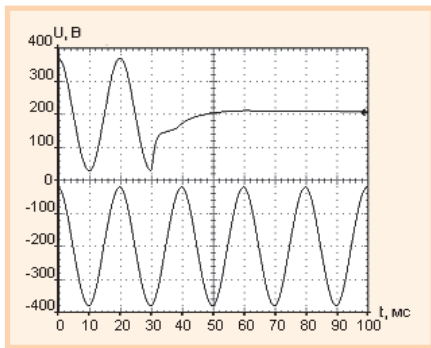

Рис. 5. Осциллограмма входного и выходного напряжений ИБП VFI
- выходной сигнал (рис. 5) является синусоидальным ($K_{TH} < 8\%$), его амплитуда и частота не зависят от входного сигнала (SS);
- динамические параметры класса 1 технически возможны только для ИБП VFI (111);